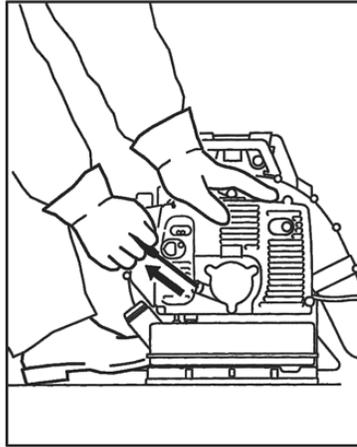

Figura 6
- Verifique se você está em uma posição firme. Segure o equipamento com a mão esquerda na caixa e coloque o pé esquerdo no placa da base do atomizador para evitar que ele deslize. Segure o manípulo com sua mão direita (Figura 6) e puxe-o lentamente até sentir uma resistência, e então puxe rapidamente. Não puxe completamente o manípulo de partida várias vezes, pois pode ocorrer o rompimento da corda com o motor.